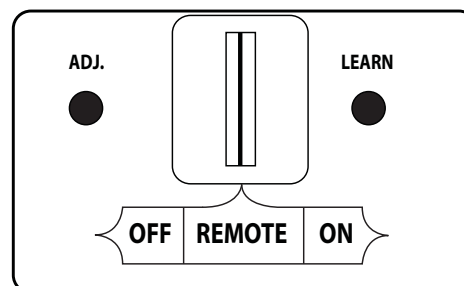

Fig. 12-2 Détail récepteur de télécommande (REMOTE)
1. Assurer la veilleuse est allumée. Ensuite, localisez le commutateur à 3 positions sur le récepteur de la télécommande (voir Fig. 12-2), Et faites glisser le commutateur sur la position **REMOTE**.